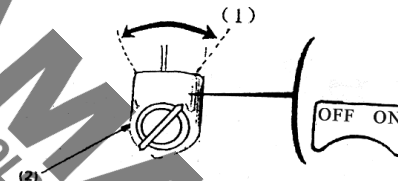

Fig. 11 (1) ON
- 3) Treceți comutatorul motorului în poziția ON. (Fig. 11)